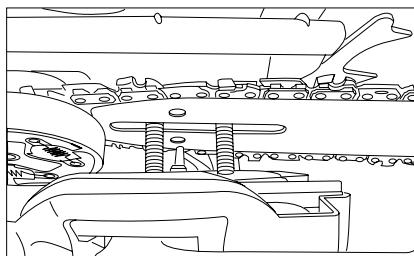

Abb. 9
9. Montieren Sie wieder die Abdeckung zusammen mit dem Blech der Kettenbremse so, dass die Schrauben in die dafür vorgesehenen Öffnungen geraten, und der Einstellstift der Kettenspannung in die untere Öffnung der Schiene tritt (Abb. 9).